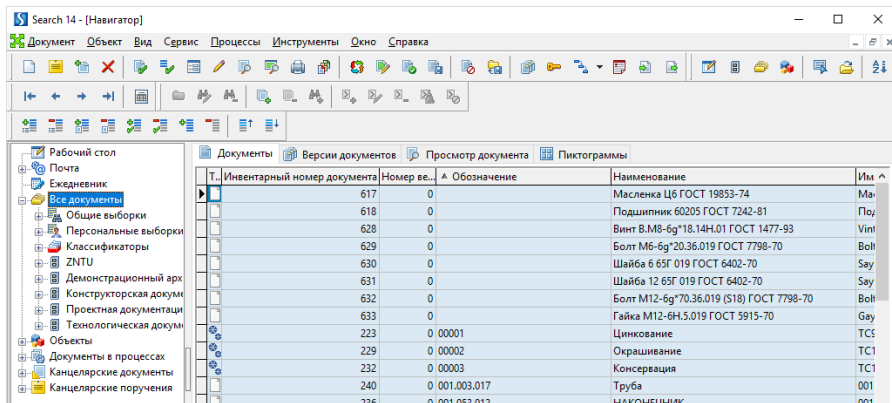

Рисунок 1.11 – Розділ **Все документы** в рабочему **Навигатора**
7. Встановіть курсор в розділ **Все документы** (рис. 1.11). Ознайомтесь зі структурою та складом **Архива документов**.